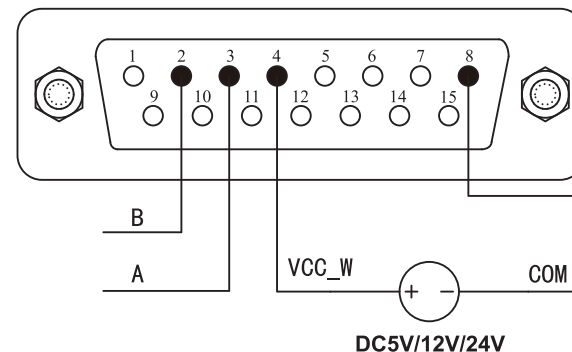
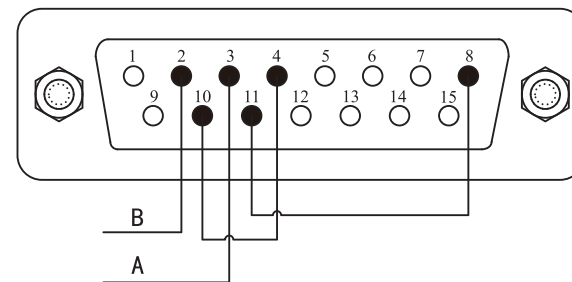

图20 通讯外部电源接线图
图21 通讯内部电源接线图
- 在切断电源状态下，参照图20或图21，进行接线。然后将DB15接口连接到泵的背部接口上